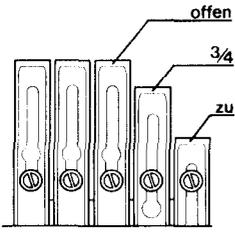
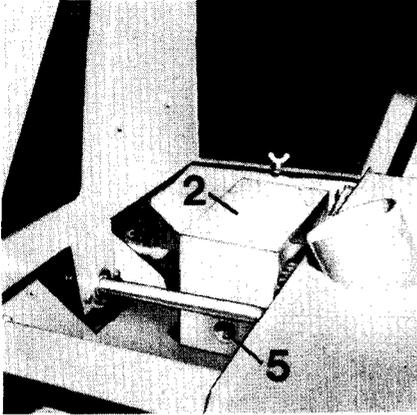
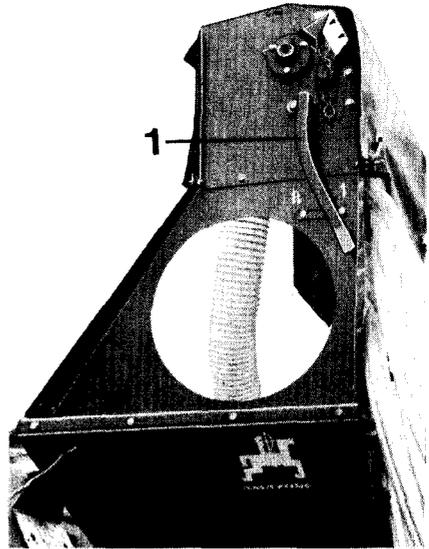
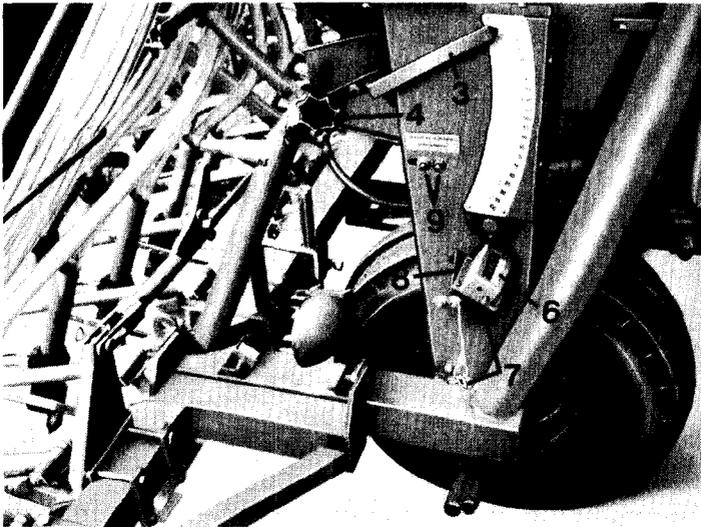

Fig. 14
Fig. 16
Fig. 15
Fig. 17
Die Absperrschieber kann man in die drei Stellungen „zu“, „³/₄ offen“ und „offen“ (siehe Fig. 14) bringen.
Die Bodenklappen werden durch den Bodenklappenhebel an der linken Seite der EV (Fig. 15/1) eingestellt. Es gibt 8 verschiedene Einstellmöglichkeiten, die jeweils der Sätabelle zu entnehmen sind.
Die AMAZONE-Großflächendrillmaschine hat einen Bodenradantrieb, d. h. die Säge im obenliegenden Verteiler wird durch Ketten über ein stufenloses Getriebe (Fig. 16/2) vom Laufrad aus angetrieben. Zur Einstellung der Saattmengen wird der Zeiger (Fig. 17/3) durch den Sterngriff (Fig. 17/4) auf einen der Skalenwerte eingestellt. Entsprechend sind in der Sätabelle diese Werte (Getriebeeinstell-Nr.) für verschiedene Aussaatmengen und Reihenweiten angegeben.
Bringt man den Zeiger (Fig. 17/3) auf den Skalenwert „0“ (0-Stellung), so ist der Bodenradantrieb abgeschaltet.
Das AMAZONE-Getriebe (Fig. 16/2) ist ein stufenloses Ölbadgetriebe und bedarf keiner Wartung. Am Ölstandsauge (Fig. 16/5) kann gelegentlich der Ölstand überprüft werden. Eventuell Hydrauliköl 2,5 E/50^o C nachfüllen.
Nach 20 Betriebsstunden unbedingt Bodenantriebskette durch den Kettenspanner nachspannen (Fig. 17/9).
Zur genauen Ermittlung der gedrillten Fläche ist der Hektarzähler (Fig. 17/6) vor jedem Arbeitseinsatz durch den Schlüssel (Fig. 17/7) in 0-Stellung zu bringen.
Beim nachträglichen Anbau ist die Winkelkonsole (Fig. 17/8) mit dem aufmontierten Hektarzähler am Kettenschacht so anzuschrauben, daß das Kettenrad des Hektarzählers in die Antriebskette vom Bodenradantrieb eingreift.
1. Absperrschieber (Fig. 14), Bodenklappen (Fig. 15) und Getriebe (Fig. 17) nach der Sätabelle einstellen.